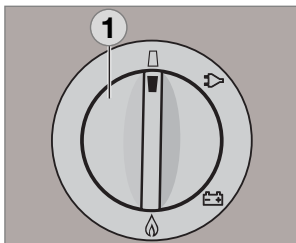

Fig. 40
- En los modelos de ignición de pila, ponga el conmutador de selección de energía **(1)** en la posición "OFF". El aparato está desconectado (Fig. 40).